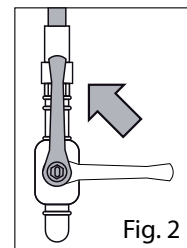

Fig. 2
- Aprire il rubinetto di intercettazione a monte dell'apparecchiatura (Fig. 2);
- Rimontare la vite con rondella di tenuta gas nell'apposito alloggiamento, aprire il rubinetto di intercettazione a monte dell'apparecchiatura (Fig. 2) e verificare che non vi siano perdite di gas.